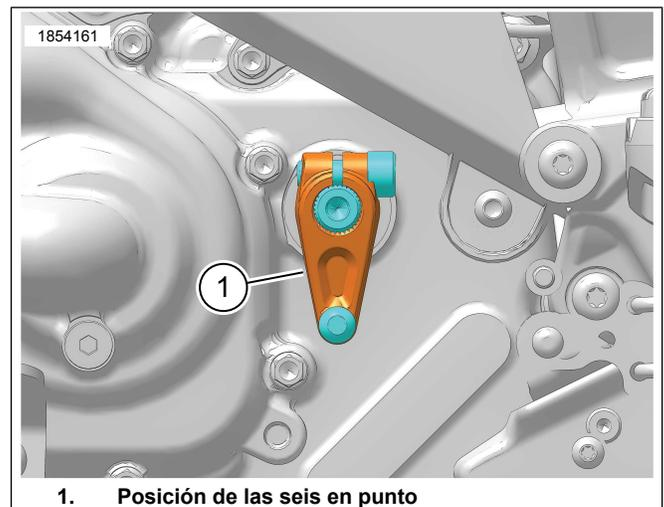

Figura 4. Posición correcta de la palanca del eje de cambio de la transmisión
Consulte la Figura 4. Asegúrese de que la palanca del eje de cambio de la transmisión está orientada en la posición de las seis en punto (1).